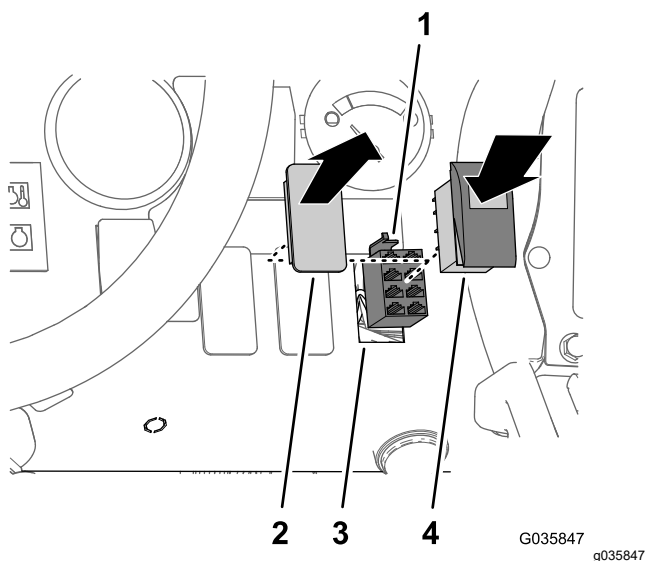

Figura 34
3. Instale el interruptor basculante en la abertura del panel del salpicadero hasta que el interruptor encaje en su sitio (Figura 34).
1. Retire el tapón del interruptor del panel del salpicadero, en la posición mostrada en Figura 34.
2. Conecte el conector hembra de 8 vías del arnés de cables del kit de acabado del brazo Ultra Sonic Boom etiquetado MODO MANUAL SÓNICO FRENTE A AUTOMÁTICO al interruptor basculante (Figura 34).